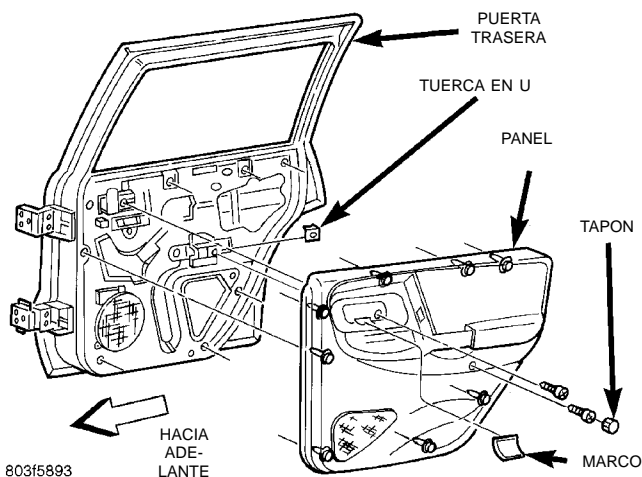

Fig. 4 Desmontaje/instalación del panel de la puerta trasera
- (1) Desconecte y aisle el cable negativo de la batería.
- (2) Para retirar el marco localizado cerca de la maneta de desenganche de pestillo en el interior de la puerta, inserte un destornillador de punta plana en el extremo con escotadura y haga palanca suavemente hacia arriba.
- (3) Retire el tornillo de instalación del panel tapizado de la puerta localizado en la abertura del marco cerca de la maneta de desenganche de pestillo en el interior de la puerta (Fig. 4).
- (4) Retire el casquillo y tornillo del panel localizados cerca de la parte trasera del reposabrazos de la puerta.
- (5) Con una herramienta de hoja ancha plana, como por ejemplo una varilla tapizada, haga palanca alrededor del perímetro del panel y retírelo.